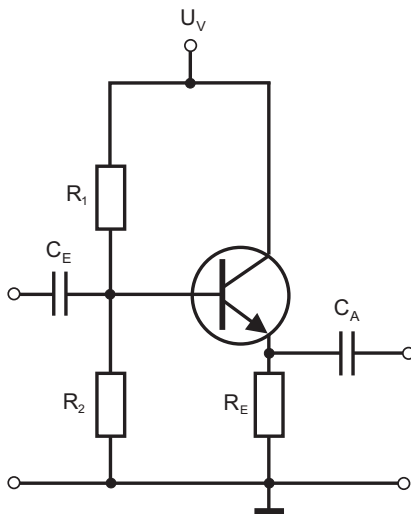

Abbildung 2.3: Schaltplan: Verstärker in Kollektorschaltung.
1. Berechnen Sie einen Verstärker in Kollektorschaltung (Emitterfolger) laut Schaltplan in Abbildung 2.3. **Die Dimensionierung ist bereits bei der Versuchsvorbereitung durchzuführen und schriftlich im Protokollbuch zu dokumentieren.**